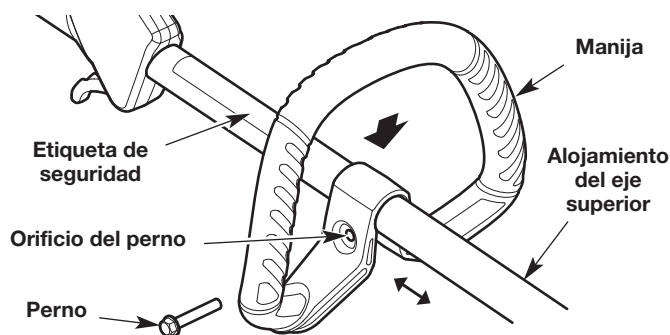

Fig. 6
1. Oprima la manija hacia abajo sobre el alojamiento del eje superior (Fig. 6). Asegúrese de que el orificio del perno mire hacia la derecha (Fig. 6).
2. Inserte el perno en el orificio del perno y oprímalo para que pase a través de él (Fig. 6). Ajuste el perno con un destornillador de cabeza plana, pero no lo ajuste completamente.
3. Mantenga la unidad en la posición de funcionamiento (Fig. 10). Mueva la manija hacia arriba o abajo del alojamiento del eje superior hasta que esté en una posición cómoda (Fig. 6). Compruebe que la manija esté ubicada más allá del extremo de la etiqueta de seguridad (Fig. 6).
1. Afloje el perno con un destornillador de cabeza plana (Fig. 6).
2. Mantenga la unidad en la posición de funcionamiento (Fig. 10). Mueva la manija hacia arriba o abajo del alojamiento del eje superior hasta que esté en una posición cómoda (Fig. 6). Compruebe que la manija esté ubicada más allá del extremo de la etiqueta de seguridad (Fig. 6).